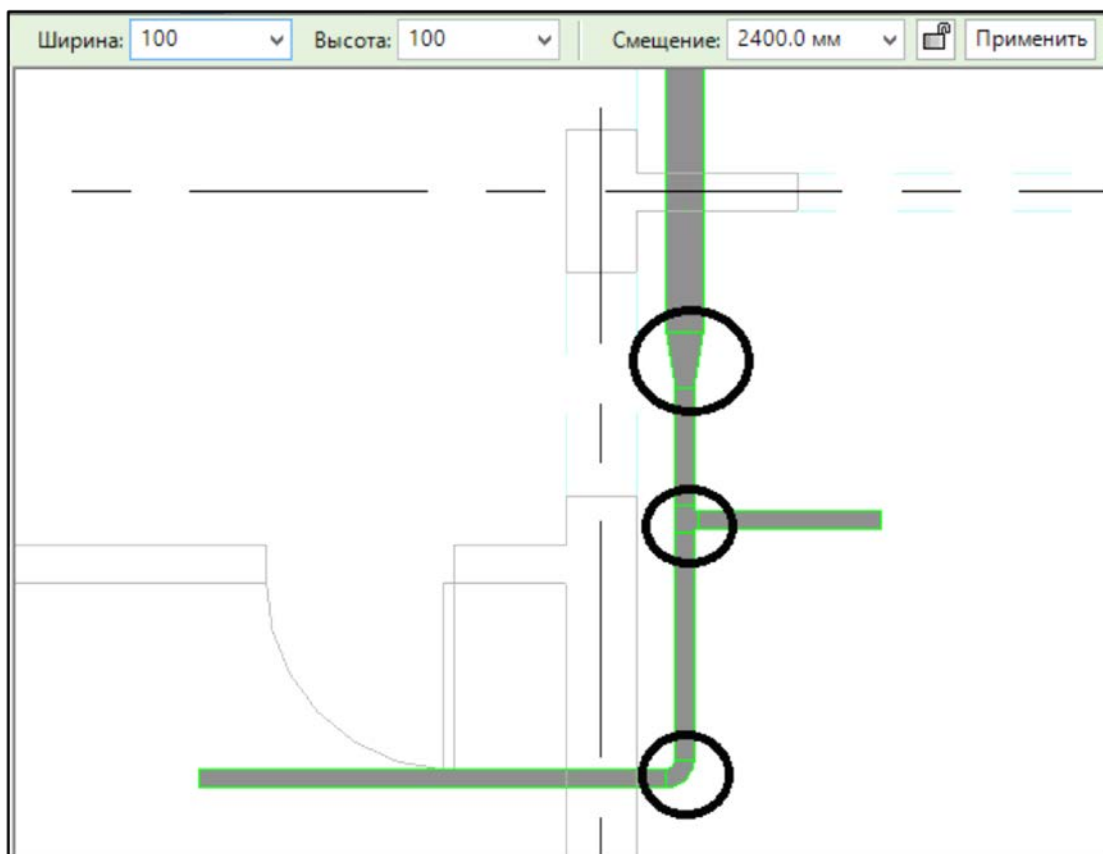

Рисунок 5.6. Трассировка воздуховода
4. Далее указанием курсора мыши в области рисования построить трассу воздуховода. При этом все необходимые фитинги будут установлены автоматически в соответствии с настроенным ранее типом (рисунок 5.6).